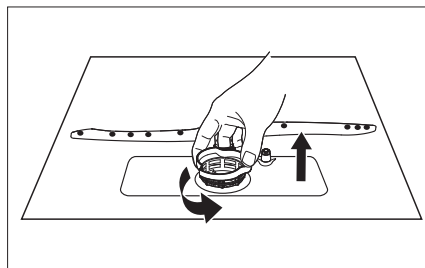

Fig. 19
- Tournez le filtre grossier (a) dans le sens inverse des aiguilles d'une montre et sortez-le du filtre principal (voir **fig. 19**).